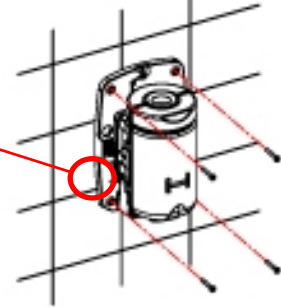

Abbildung 6
- Schrauben Sie die Basis des Geräts ordentlich an der Wand fest (Abb. 6) und versichern sich dabei, dass die 4 Silentblocks sachgemäß zwischen Basis und Wand angebracht werden.